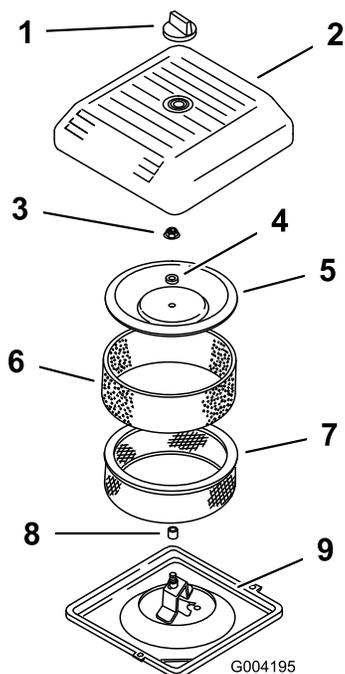

Рисунок 15
2. Отверните ручку и снимите крышку воздухоочистителя (Рисунок 15).
3. Осторожно снимите поролоновый фильтр предварительной очистки с бумажного элемента (Рисунок 15).
4. Отверните гайку крышки и снимите крышку, проставку и бумажный элемент (Рисунок 15).
2. Установите узел воздухоочистителя на его основание (Рисунок 15).
3. Установите крышку, проставку и закрепите их гайкой крышки (Рисунок 15). Затяните гайку с моментом 10,7 Нм.
4. Установите крышку воздушного фильтра и закрепите ручкой (Рисунок 15).